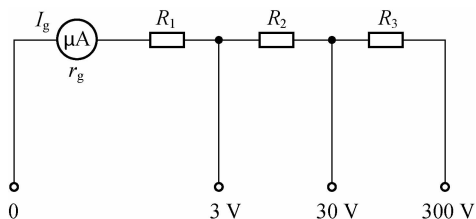

图 2-22 计算题 1 的电路图
1. 有一个表头, 量程为 $100\ \mu\text{A}$, 内阻 r_g 为 $1\ \text{k}\Omega$ 。如果把它改装成一个量程分别为 3 V、30 V、300 V 的多量程电压表, 如图 2-22 所示, 试计算 R_1 、 R_2 、 R_3 的阻值。